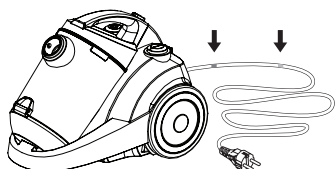

Figura 4
5. Il cavo presenta una marcatura gialla e una marcatura rossa (vedere la figura 4). Estrarre il cavo fino alla marcatura gialla.